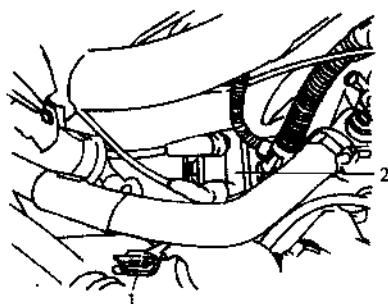

图 2.41 拔下点火线圈插头
① 将点火线圈功率放大器的 4 针插头拔下（注意奥迪 APS 和 ATX 发动机为 5 针插头），如图 2.41 所示。